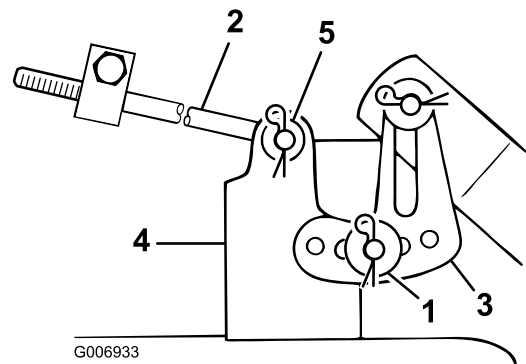

Bild 44
11. Schieben Sie das Ende der langen Stange durch das Loch in der Mähwerkbefestigung (Bild 44).